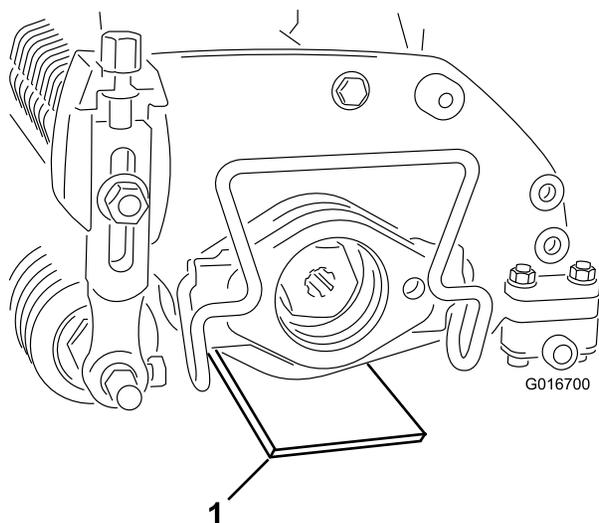

図 3
2. 希望する設定高さ地表面からの高さにゲージバーを設定し、このゲージバーをサッチングユニットの左右の端部に当てる **図 3**。